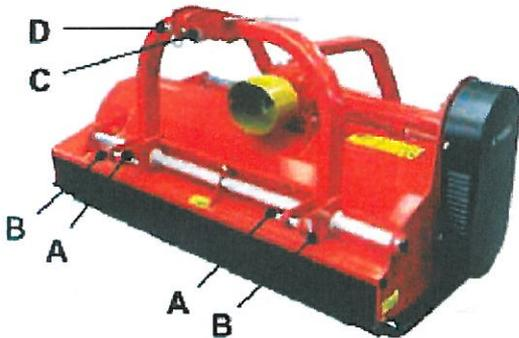

Bild 9: Anhang
Anhang auf das Dreipunktsystem des Schleppers (Bild 9 und 10):
3. Fügen Sie die Bolzen A ein und sichern Sie sie mit Stiften B (Bild 9),
4. Die obere Stützstange des Dreipunktsystems koppeln Sie auf den oberen Anhang des Mulchers mit dem Bolzen C, den Sie mit dem Stift D sichern (Bild 9).